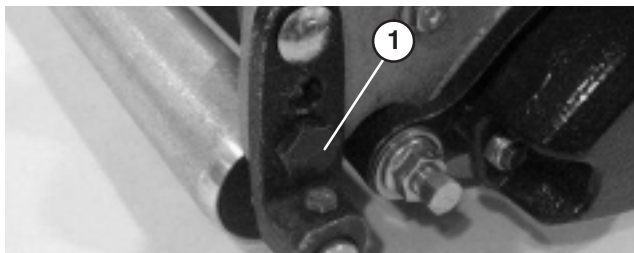

Figura 15
5. Sujete el molinete firmemente sobre la pletina, y, manteniendo una presión firme sobre el rodillo trasero, gire el perno derecho inferior de montaje del rodillo (Fig. 15). Este perno de montaje tiene una excentricidad, y al girarse, actúa como leva para elevar o bajar el rodillo. Hay un punto identificativo de la excentricidad del perno. El punto indica en qué sentido se moverá el extremo derecho del rodillo al girar el perno, y debe estar siempre en la mitad trasera del arco, según muestra la figura 15.